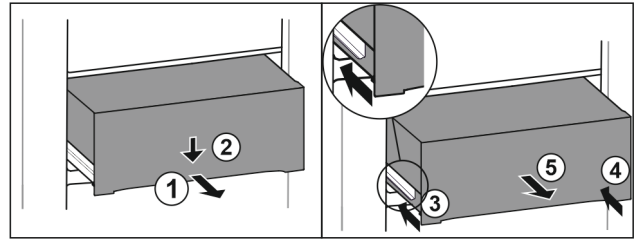

Fig. 93
- ▶ Extrageți pe jumătate sertarul. Fig. 93 (1)
- ▶ Apăsați în jos sertarul pe partea frontală. Fig. 93 (2)
- ▶ Inserați șina stângă aproximativ 2 cm. Fig. 93 (3)
- ▶ Inserați șina dreaptă aproximativ 2 cm. Fig. 93 (4)
- ▶ Extrageți sertarul spre înainte. Fig. 93 (5)